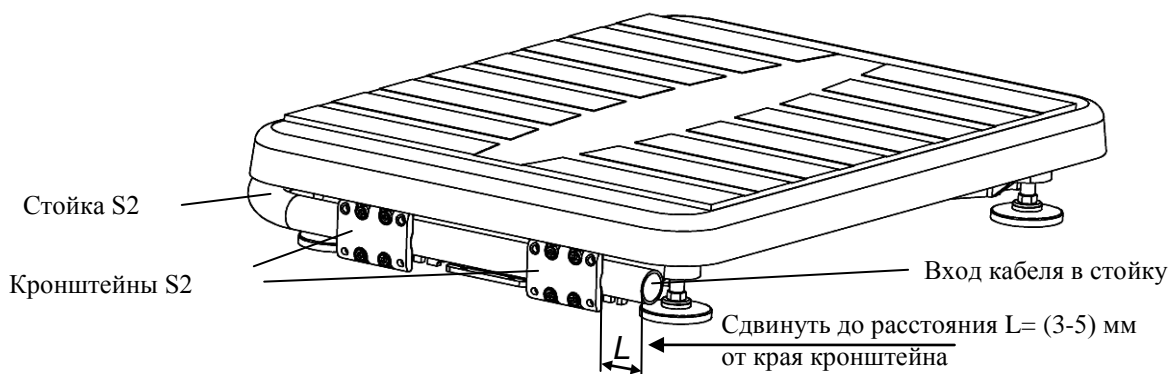

Рис. 7.2 - Крепление круглой вращающейся стойки к основанию весовой платформы
- В основании весов сдвинуть стойку в направлении указанном стрелкой (Рис. 7.2), обеспечив расстояние $L = (3-5)$ мм от ее края до края кронштейна.
- Излишек кабеля на входе в стойку (Рис. 7.2) заправить внутрь стойки.